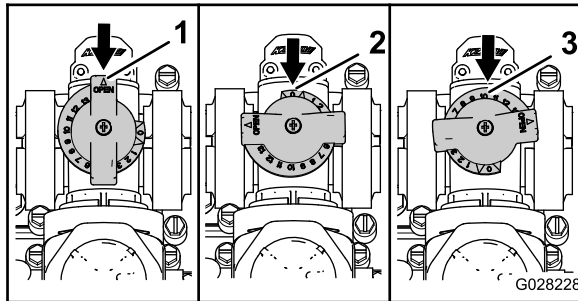

Figura 75
- La **Figura 75, A**, muestra la válvula de desvío de agitación en la posición de Abierta.
- La **Figura 75, B**, muestra la válvula de desvío de agitación en la posición de Cerrada (0).
- La **Figura 75, C**, muestra la válvula de desvío de agitación en la posición intermedia (relativas al manómetro del sistema de fumigación).